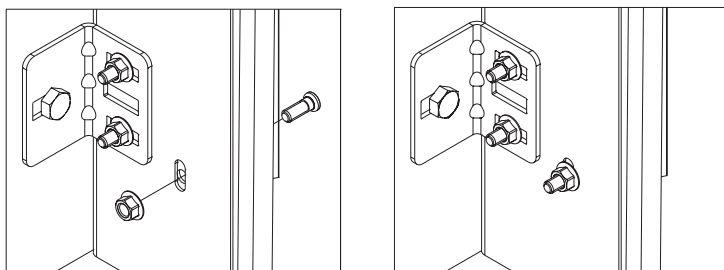

Рис. 11.
- 6) установить пресс-болты, заводя их изнутри опорной стойки (рис. 11). Установить и затянуть гайки ключом.